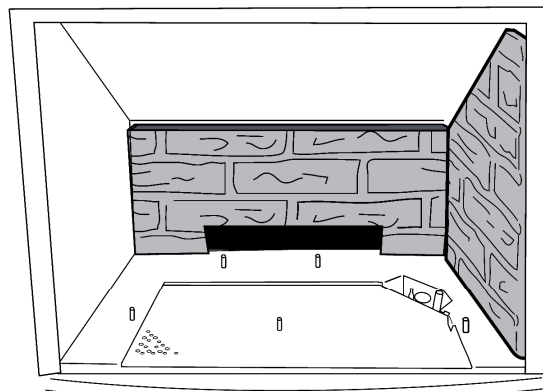

Figure 41. Installation d'un panneau latéral
5. **Installez un panneau latéral.** Inclinez le panneau, le bord inférieur d'abord, et appuyez à la paroi latérale. Ce panneau restera debout par lui-même contre la paroi, légèrement inséré entre le panneau arrière et la paroi avant de la chambre de combustion. Fig. 41.